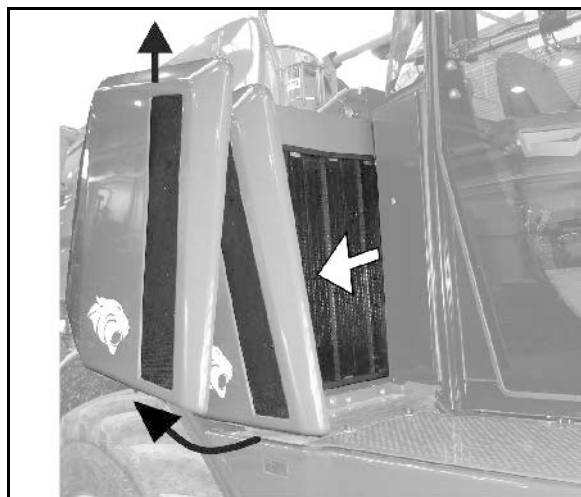

Рис. 167
1. Отверните барашковую гайку на кожухе фильтра (Рис. 167/1).
2. Снимите кожух фильтра и извлеките наружный фильтрующий элемент (Рис. 167/2).
6. Ежегодно заменяйте внутренний фильтрующий элемент (Рис. 167/3) (ни в коем случае не очищайте его).
- o Отверните шестигранную гайку (Рис. 167/4) и извлеките внутренний фильтрующий элемент.